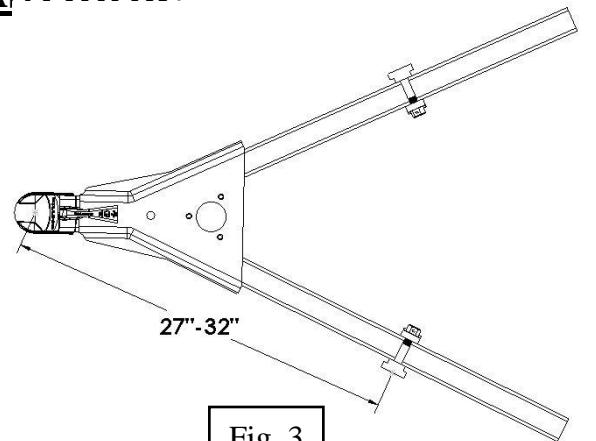
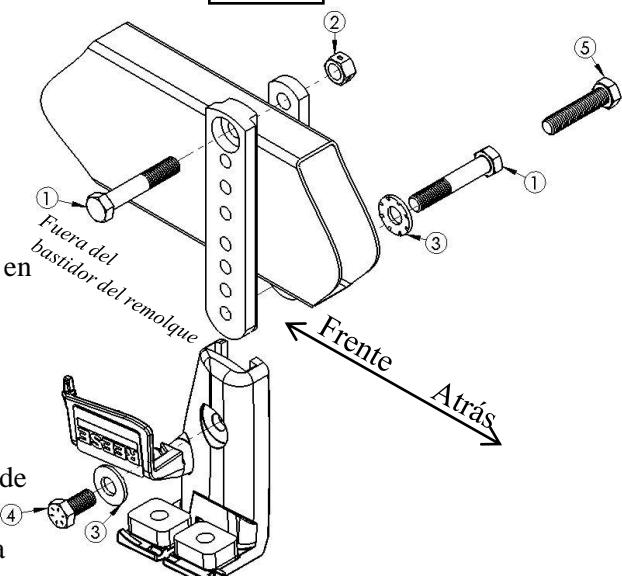

Fig. 3
Fig. 4
1. Use la cinta métrica para localizar un punto 27-32" a lo largo del bastidor tipo A desde el centro del acoplador. Marque esta ubicación con un lápiz en ambos lados del bastidor tipo A (Ver Fig. 3)
2. Inserte un perno de 5/8" de 3-1/2" (1) a través del orificio grande en la **barra T** y en el único orificio en la **barra de sujeción**.
3. Asegure con una tuerca de bloqueo de 5/8" (2) y apriete a mano.
4. Deslice la **barra en T** y la **barra de sujeción** sobre el bastidor donde se colocó la marca en el paso 1. La **barra en T** debe estar ubicada en el exterior del bastidor tipo A con el orificio grande hacia afuera (ver Fig. 4). Permita 1" de distancia en ambos lados de la **barra en T**.
5. Inserte un segundo perno de 5/8" *desde el interior* a través de una arandela cónica y la **barra de fijación** y enrósquelo en la **barra en T**. Use los orificios más altos no obstruidos por la parte inferior del bastidor (Ver Fig. 4).